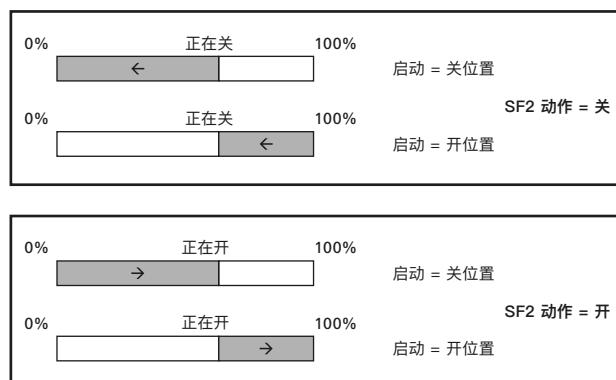

图 6.1.
Start (启动) —— 中断计时器启动区间在 Start (启动) 方向的行程终端位置与对应 Closing (关方向) 或 Opening (开方向) 设定的阀位之间。若安全功能是 ESD 触发执行关动作, 且 Start (启动) 设定为 CLOSE (关), 那么 SIL 动作期间, 中断计时器会在 0% 与 Closing (关方向) 所设定的阀位之间的区域内启动。相反的, 若安全功能时 ESD 触发执行开动作, 且 Start (启动) 设定为 OPEN (开), 那么中断计时器会在 100% 与 Opening (开方向) 所设定的阀位之间的区域内启动。使用 \leftarrow 和 \rightarrow 箭头按键导航并按下键用于加深高亮, 使用 \leftarrow 和 \rightarrow 箭头按键用于选择正确的方向并按下 ⑤ 键用于确认。有关中断计时器动作区间的设定, 请参考图 6.1。
Closing (关方向) —— 该位置是中断执行器在关方向上启动的位置。如果 ESD 功能是关动作, 那么可以忽略该设定。使用 \leftarrow 和 \rightarrow 键导航, 使用 \leftarrow 和 \rightarrow 键选择数值。有关中断计时器动作区间的设定, 请参考图 6.1。
Opening (开方向) —— 该位置是中断执行器在开方向上启动的位置。如果 ESD 功能是关动作, 那么可以忽略该设定。使用 \leftarrow 和 \rightarrow 键导航, 使用 \leftarrow 和 \rightarrow 键选择数值。有关中断计时器动作区间的设定, 请参考图 6.1。